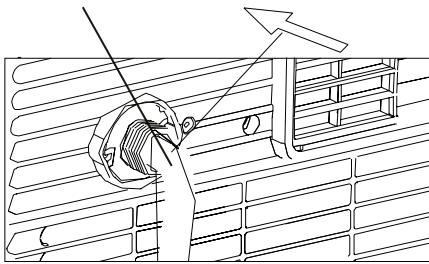

Fig.22
- Retirez le bouchon en caoutchouc à l'arrière de l'unité et attachez un tuyau à la sortie de drainage. Placez l'extrémité ouverte du tuyau directement au-dessus de zone de drainage sur le plancher (voir Fig.22 et 23).